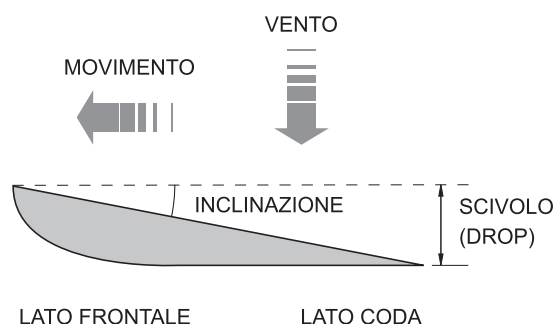

Figura 12 Sezione generica di una pala eolica
- La parte della pala investita dal vento si deve presentare piatta, mentre la parte opposta deve assumere una particolare forma curva derivante da approfonditi studi teorici e da lunghe esperienze applicative (figura 12).